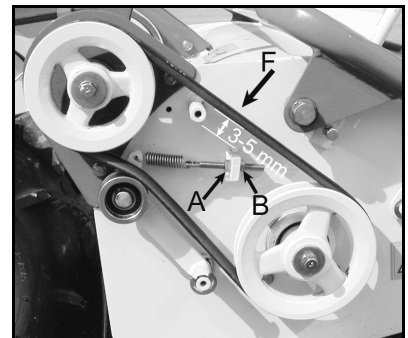

Figure 29
- Poussez la courroie avec un doigt sur (F, Figure 29) elle doit pouvoir être poussée de 3 à 5 mm. Si la courroie ne se déplace pas en conséquence, ajustez avec les vis A et B.